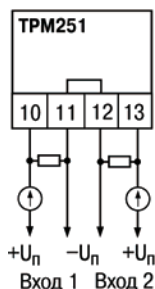

Рис. 6.10
3. Для питания нормирующих преобразователей необходим дополнительный источник постоянного напряжения U_n . На **рис. 6.10** показаны схемы подключения датчиков с унифицированным выходным сигналом $4...20$ мА к приборам по двухпроводной линии. Значение напряжения U_n указывается в технических характеристиках нормирующего преобразователя и, как правило, лежит в диапазоне $18...36$ В.